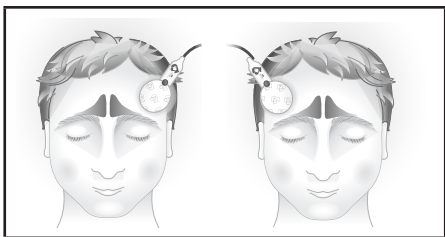

Figure 3-4 : Application du capteur sur le front du patient
5. Placez le câble du capteur à distance du visage du patient et posez le capteur sur le front du patient, au-dessus de l'arcade orbitaire, d'un côté ou de l'autre, en évitant le sinus frontal. (voir la Figure 3-4).